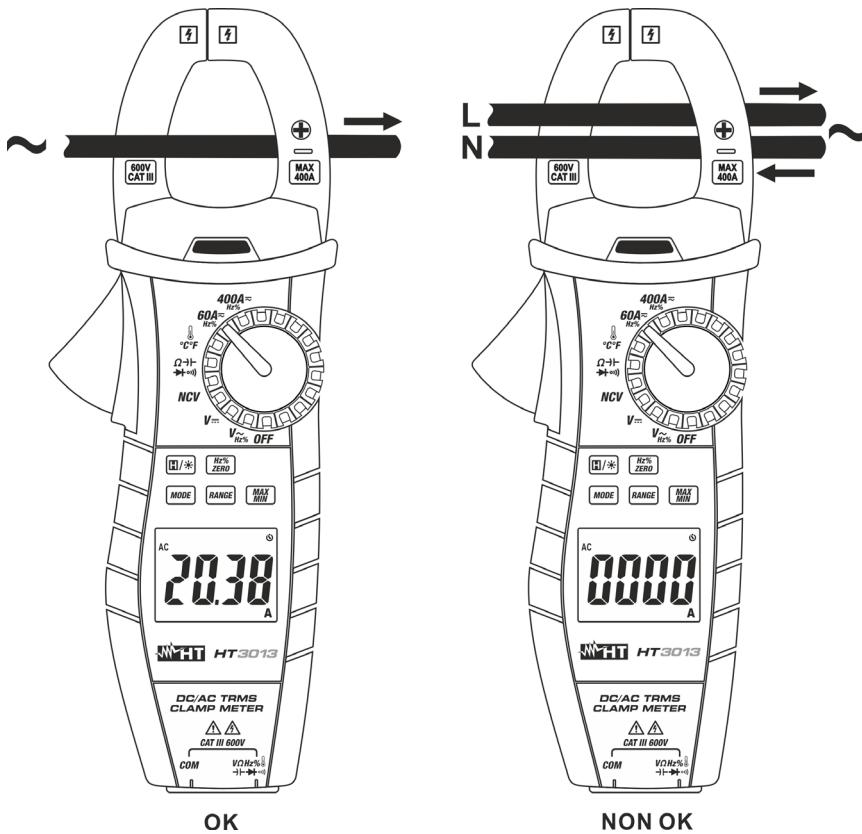

Fig. 11 : Utilisation de l'instrument pour mesure de Courant CA et CC
6. **En mode CC** vue actuelle de la symbole «-» indique que l'instrument est inséré dans un sens contraire à la direction du courant (voir Fig. 11). Suivre l'indication de la flèche directionnelle des polarités sur l'instrument (voir Fig. 1 - partie 13)